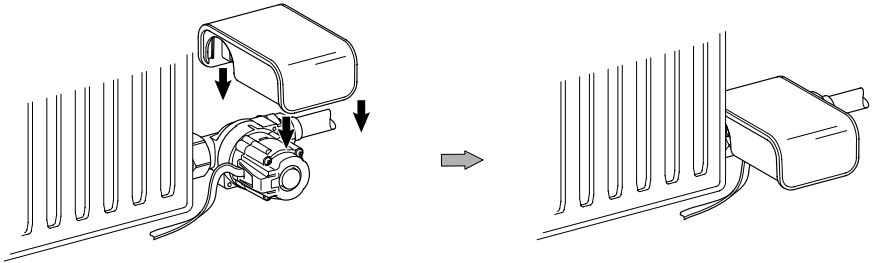

Fig. 15: Verkleidung auf Heatfixx Pumpe/Pumpenadapter aufstecken
- Verkleidung auf die Baugruppe Pumpe7Pumpenadapter aufstecken (Fig. 15).